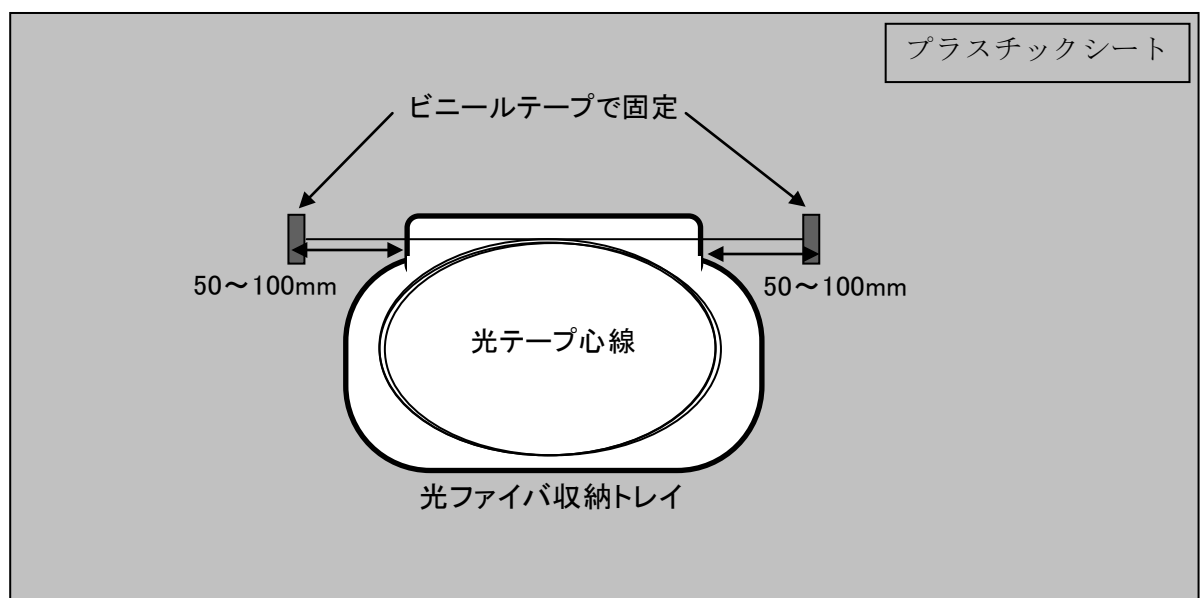

図 1 光ケーブル配線施工作業課題
- (1) 図 1 を参考にして、支給されたプラスチックシート上に光ファイバ収納トレイの上部端から 50-100mm のところで、支給された長さの光テープ心線の両端をビニールテープで固定する。なお、この際に固定したビニールテープから光テープ心線が著しくはみ出さないようにすること（10mm 程度以内とする）。
- (2) 固定した光テープ心線をねじれなくトレイに収納する。なお、光テープ心線の許容曲げ半径は 30mm 以上とすること。